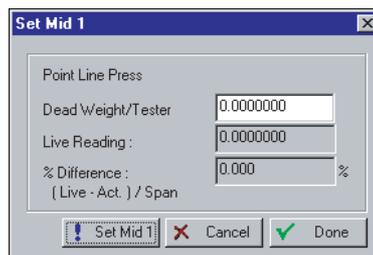

Figura 5-17. Definição do Ponto Intermediário (1 Mostrado)
16. Se desejado, calibre o Ponto Intermediário 1 (como por exemplo, 25% da faixa) para a Pressão Diferencial (apenas orifício), Pressão Estática ou Temperatura. Preencha o campo **Dead Weight/Tester Value** (em unidades de engenharia). Consulte a Figura 5-17. O Ponto Intermediário 1 permite que você especifique o ponto de calibração inferior entre os pontos extremos Zero e Span. Os pontos extremos Zero e Span estabelecidos recentemente são utilizados na definição dos Pontos Intermediários. **Os Pontos Intermediários 1, 2 e 3 são valores definidos entre os valores Zero e Span.**